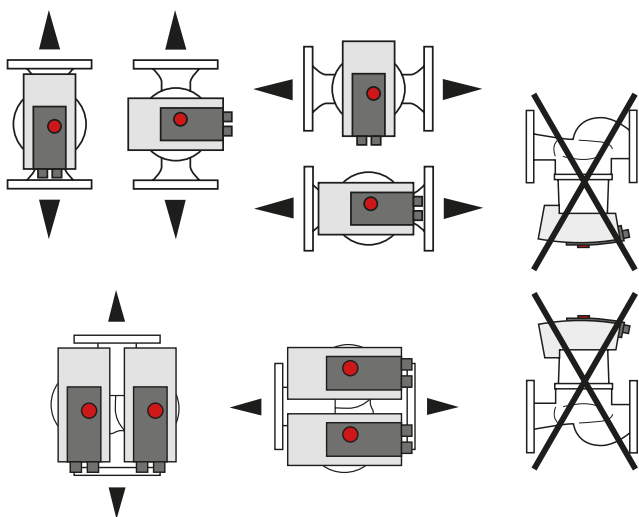

Fig. 4: Допустимые варианты монтажа
1. Проверить допустимые варианты монтажа → Fig. 4.